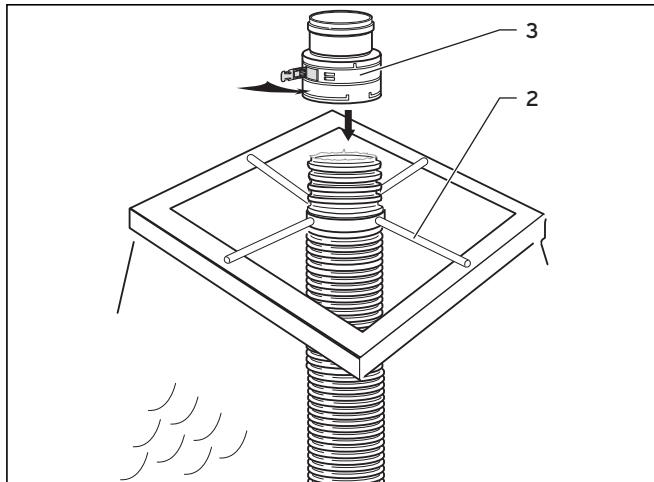

Рис. 4.60 Соединительная деталь с гибким отводом ОГ
- Смонтируйте уплотнение на самом верхнем неповрежденном желобе отвода ОГ (→ **рис. 4.60**).
- Сдвиньте соединитель с муфтой (3) до упора на отвод ОГ и закрепите соединитель замком (→ **рис. 4.60 и 4.61**). Выпускной газопровод висит в монтажном кресте.